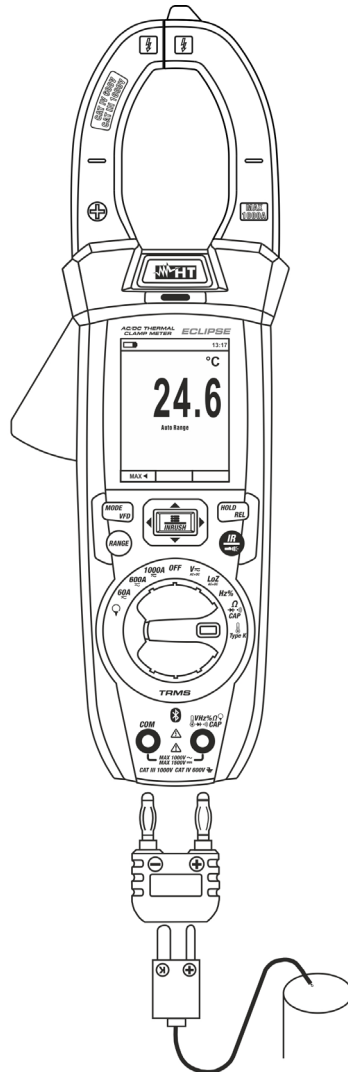

Abb. 30: Verwendung des Gerätes für Temperaturmessung
3. Stecken Sie den mitgelieferten Adapter in die Eingangsbuchsen **VHz%** **CAP** **Ω** (Polarität +) und **COM** (Polarität -) (siehe Abb. 30).